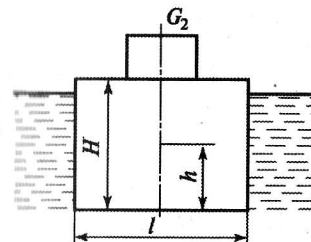

Рис. 4.5
**Задача 4.6.** Понтон весом  $G_1 = 4 \cdot 10^4 \text{ Н}$  нагружен грузом  $G_2$  (рис. 4.5). Центр тяжести находится на расстоянии  $h = 0,45 \text{ м}$  от основания понтона. Размеры понтона: длина  $L = 8 \text{ м}$ , ширина  $l = 4 \text{ м}$ , высота  $H = 1 \text{ м}$ . Определить вес груза  $G_2$ .